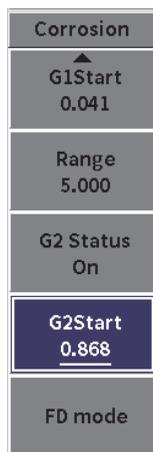

図 11-45 腐食サイドバーメニュー（G2 起点）
1. 腐食サイドバーメニューで、G2 **起点**をハイライトします（230 ページの図 11-45 参照）。